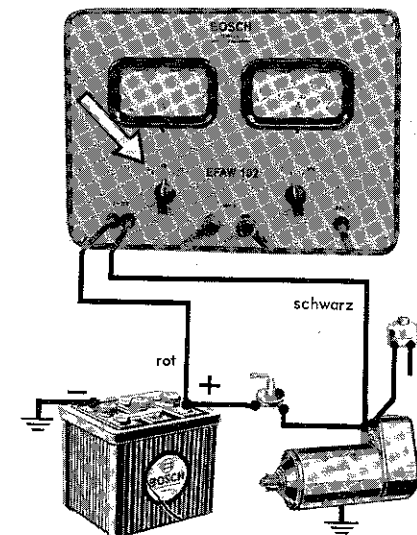

Bild 9
a) Spannungsabfall in der Anlasserleitung (siehe Bild 9)